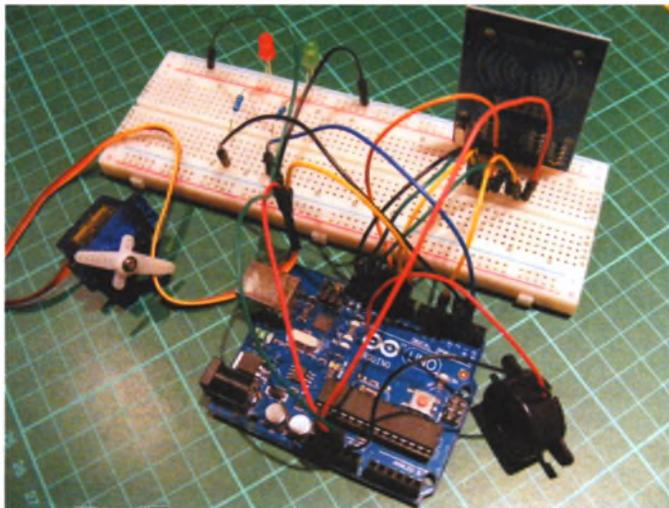

РИСУНОК 23.5
- Подключите пьезоизлучатель к Arduino: красный провод к контакту 8, а черный — к контакту GND платы Arduino. Теперь цепь должна выглядеть примерно так, как показано на рис. 23.5.